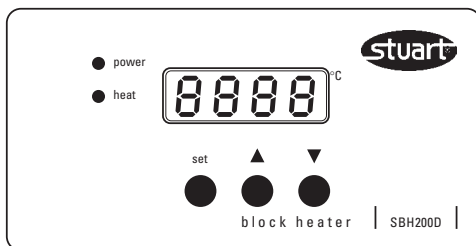

Figura 3 - comandi digitali
2. Si accende la spia "power", come pure il display digitale - vedere la figura 3.
3. Il display digitale visualizza la temperatura effettiva dei blocchi di alluminio. Qualora la temperatura impostata sull'apparecchio sia superiore a questo valore, l'apparecchio comincerà a riscaldarsi e si accenderà la spia "heat" sul quadro di comando. La temperatura impostata può essere visualizzata in qualsiasi momento premendo e tenendo premuto il pulsante "set" - vedere la figura 3.
5. Questo valore può essere aumentato premendo il pulsante contrassegnato ▲ o diminuito premendo il pulsante contrassegnato ▼ continuando a tenere premuto il pulsante "set" - vedere la figura 3.